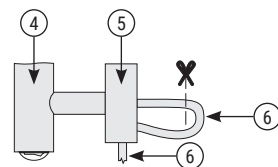

Рис.2
- 4.9. Для подключения через скрытую проводку необходимо обрезать провод, отступив от коробки скрытого подключения примерно 50 мм, и вытащить его внутрь (рис. 2).